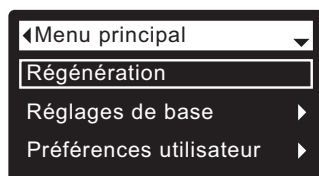

FIG. 46
1. À partir d'un écran d'état dynamique, appuyez sur le SÉLECTEUR (O) pour afficher le **Menu principal**.
2. Appuyez sur le bouton BAS (▼) pour faire défiler les options du menu et mettre en évidence **Réglages de base** (cf. Figure 46).